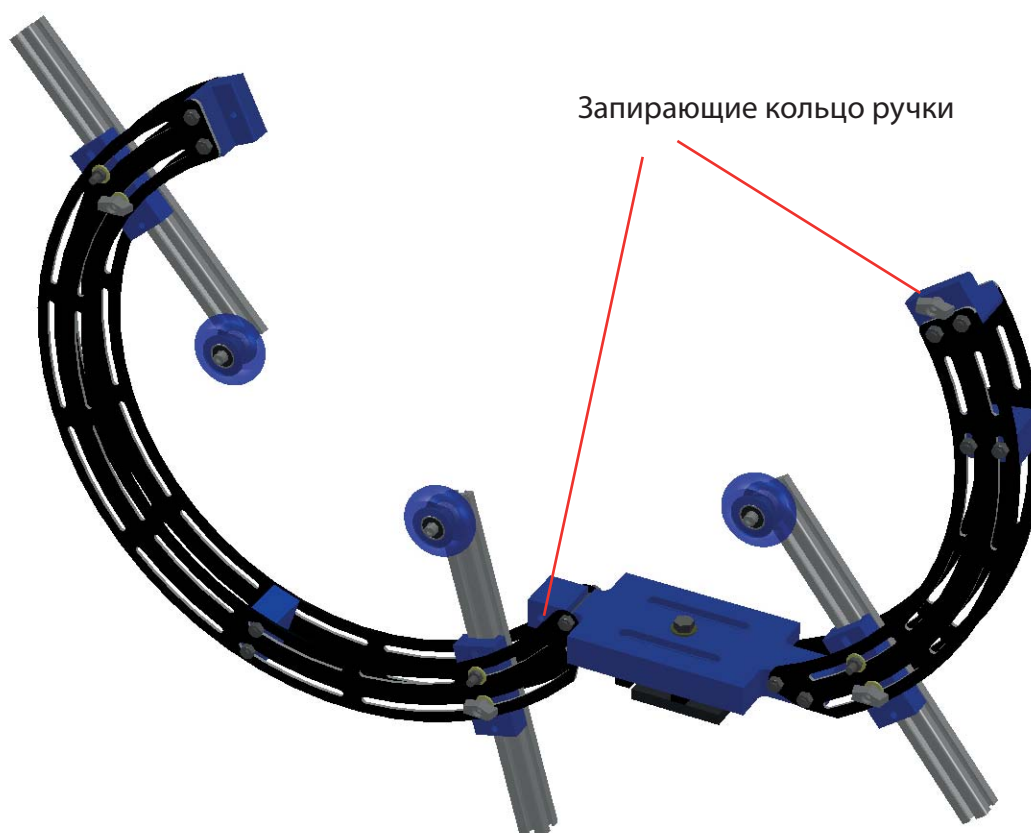

Рис. 2
1. Удалите ручку, закрывающую замок на внешнем кольце (Рис. 2)